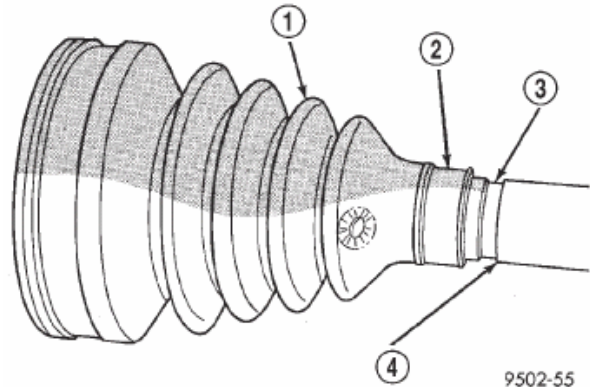

Fig. 44 Instalación de funda fuelle sellante en el eje de interconexión
(1) Coloque la funda fuelle sellante nueva en la abrazadera de retención del eje de interconexión sobre el eje de interconexión. Desplace la funda fuelle sellante del conjunto de la junta homocinética externa sobre el eje de interconexión (Fig. 44). **La funda fuelle sellante DEBE emplazarse sobre el eje de interconexión de forma que el reborde elevado en el interior de la funda fuelle sellante quede en la acanaladura del eje de interconexión.**